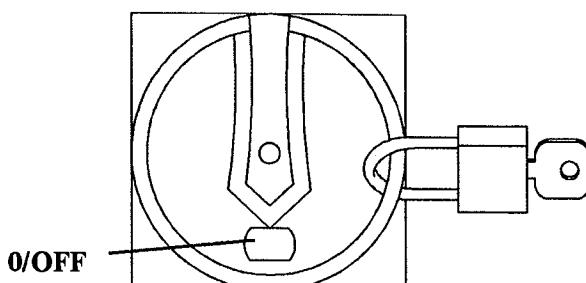

fig. 15
- Mechanically interlock the switch rotation and padlock into off position (*fig. 15*).
- Bloquear mecánicamente el giro del interruptor, mediante un candado o similar, a través del orificio. (*fig. 15*)
- Verrouiller mécaniquement la rotation de l'interrupteur, avec un cadenas ou objet similaire, par l'orifice (*fig. 15*).
- To remove and assemble the terminal box cover, the switch must be in **0/OFF** position (*fig. 15*).
- Para poder desmontar y montar la tapa de la caja de bornes, es necesario que el mando del interruptor esté en posición **0/OFF** (*fig. 15*).
- Pour démonter et monter le couvercle du boîtier de bornes, placer l'Interrupteur en position **0/OFF** (*fig. 15*).